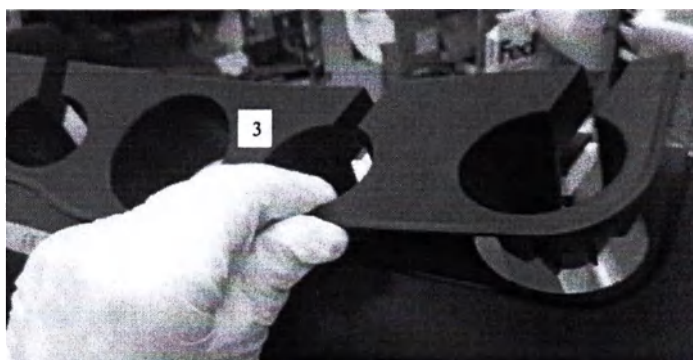

Рис. 10-3. Снятие держателя чаши для геля или лотка для оборудования для трансвагинальных/трансректальных исследований.
1. Удерживая держатель датчика (Рис. 10-3, поз. 1), извлеките чашу для геля (держатель чаши) или лоток для оборудования для трансвагинальных/трансректальных исследований (Рис. 10-3, поз. 2).
2. Извлеките вставку держателя датчика (Рис. 10-3, поз. 3).